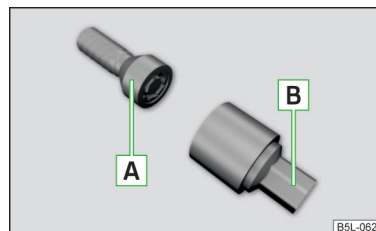

Fig. 219
Los tornillos de rueda antirrobo protegen las ruedas de un robo. Ellos se pueden aflojar y/o apretar solamente con ayuda del adaptador B » fig. 219.
- Colocar el adaptador B » fig. 219 con el lado dentado hasta el tope en el dentado interno en la cabeza de los tornillos de rueda antirrobo A.